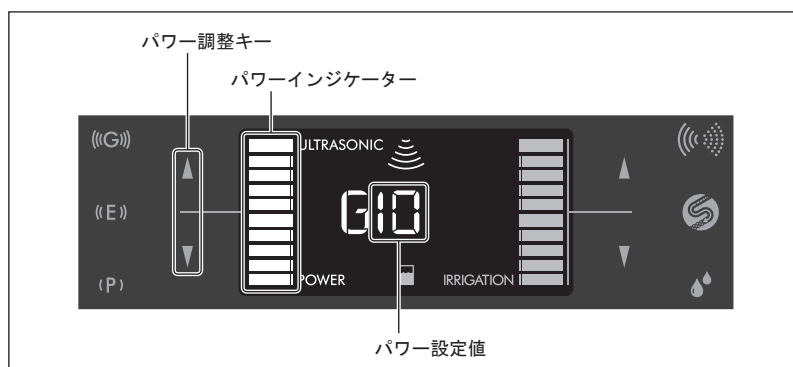

図20
- パワー調整キー（▲/▼）を押してパワーを設定してください。パワーにあわせてパワー設定値とパワーインジケータが増減します（図20）。